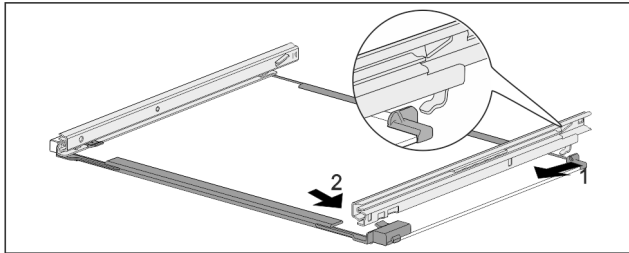

Fig. 150 Glasplaat met rails
- ▶ Rail achter vastmaken. Fig. 150 (1)
- ▶ Rail voor vastmaken. Fig. 150 (2)